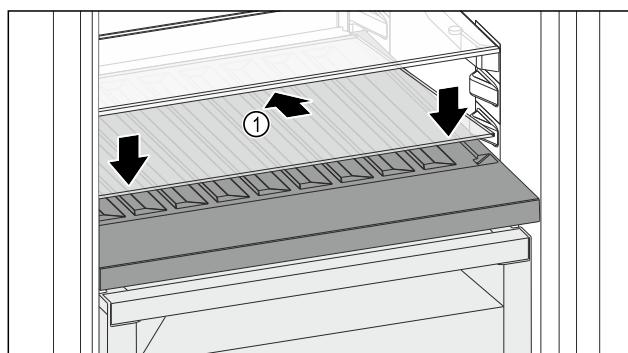

Fig. 118
- ▶ Așezați placa de sticlă Fig. 118 (1) oblic și spre spate înclinață în jos.
- ▶ Coborâți în față placa de sticlă Fig. 118 (1).